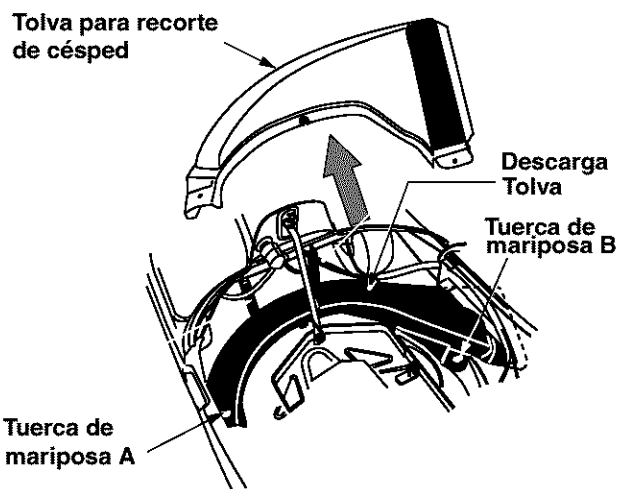

Figura 2
3. Retire las dos palometas (A y B en Figura 2) de los dos extremos de la tolva para descarga de recorte.